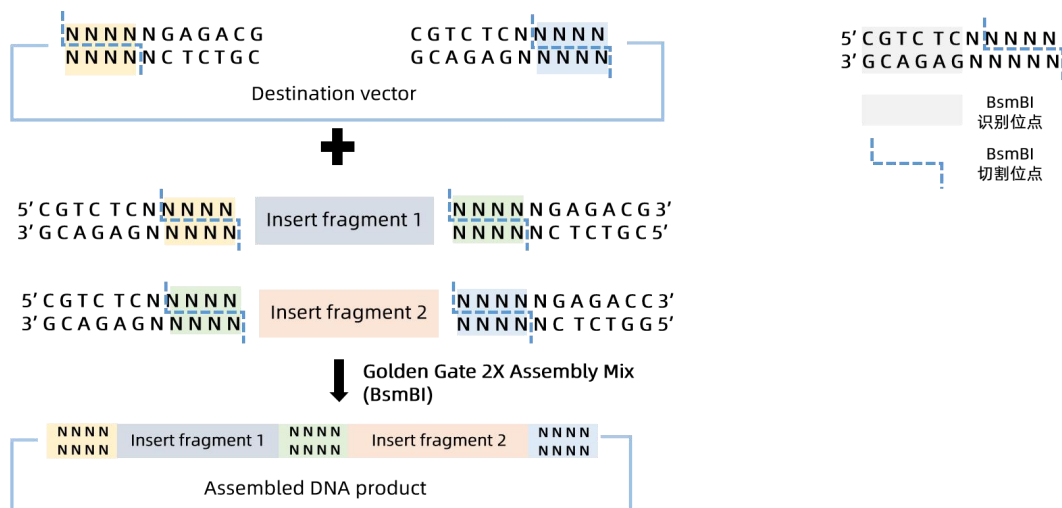

图 1. Golden Gate 2X Assembly Mix (BsmBI) 介导的克隆原理图示
- 1) 当载体中含有 BsmBI 的识别位点，且仅含有 2 个 BsmBI 的识别位点，方向为前：5'-GAGACG-3'，后：5'-CGTCTC-3' 时（如图 1 中 Destination vector 所示），载体可直接加入组装反应体系中。